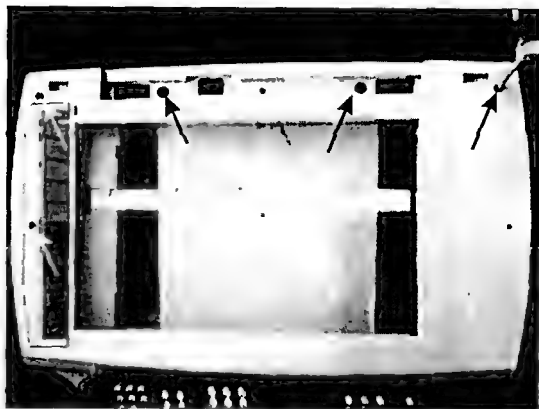
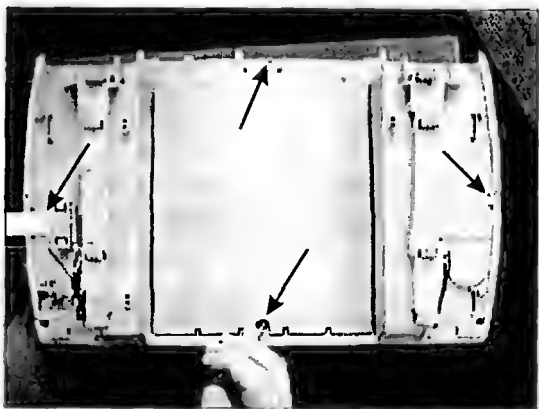

Рис. 9.15
Рис. 9.16
- Снимают верхнюю часть сканера вместе со стеклом. Откручивают пять винтов (рис. 9.15) и снимают маленькое стекло, которое фиксируется пластмассовой площадкой. Переворачивают сканер и с его обратной стороны откручивают еще четыре винта (рис. 9.16). Вытягивают движением на себя верхнюю крышку и снимают ее.